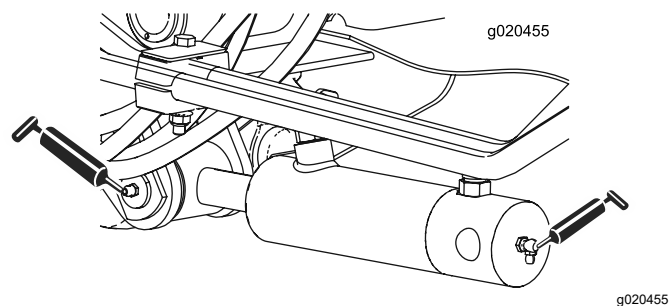

Figura 82
- Dois (cada lado) casquilhos do cilindro do braço de elevação (Figura 82)